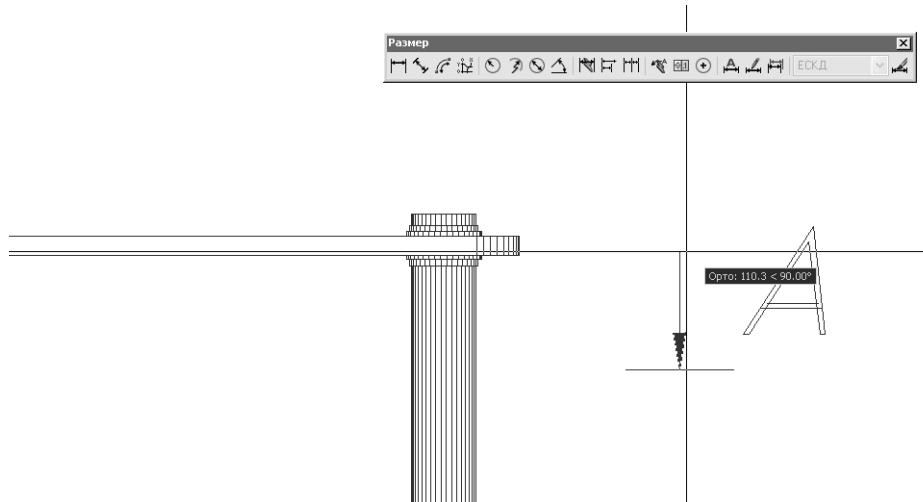

Рис. 11.29 ▼ Создание стрелки с помощью инструмента **Быстрая выноска** (Quick Leader)
7. AutoCAD предложит задать вторую точку. Включите режим **ОПТО** (ORTHO) и, задав вертикальное расположение стрелки (рис. 11.29), введите **135**.